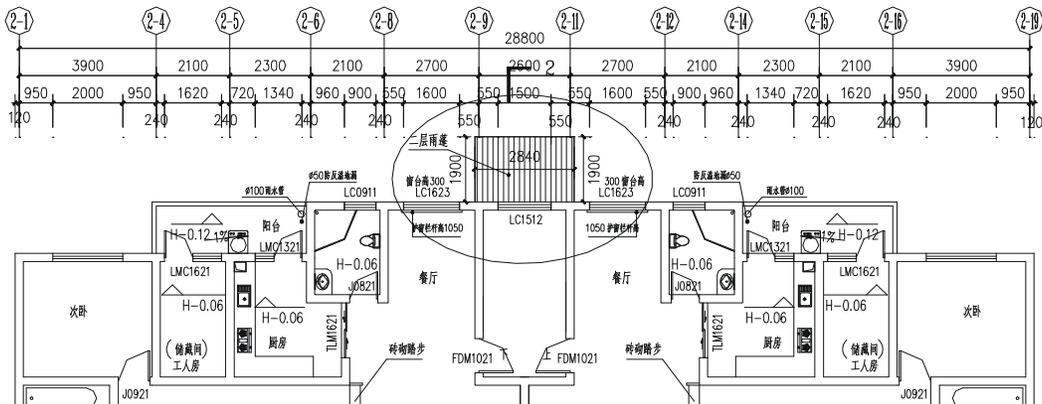
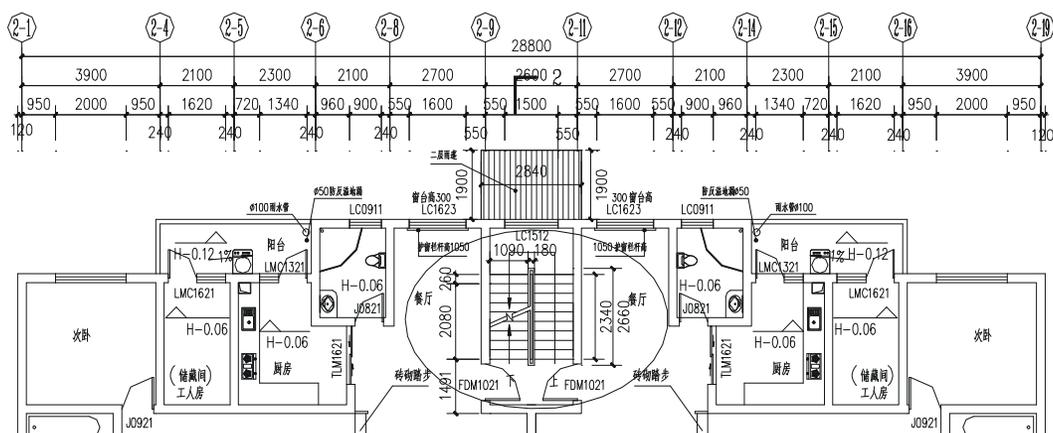
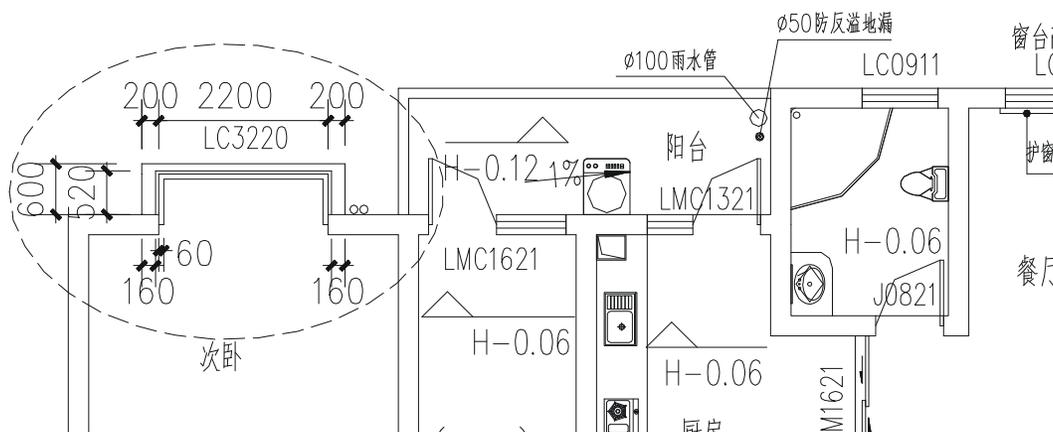

图 11-1-35
图 11-1-36
图 11-1-37
- STEP 05** 参照前面建筑实例篇（即第 10 章）中楼梯的绘制方法，在如图 11-1-35 所示的中间位置绘制楼梯，如图 11-1-36 所示。
**STEP 06** 将如图 11-1-36 所示中轴线 ②-1—②-4 之间次卧的窗户修改为凸窗，并将其标注为：LC3220，如图 11-1-37 所示，再使用镜像命令 MIRROR 将该凸窗镜像一套放在右边。